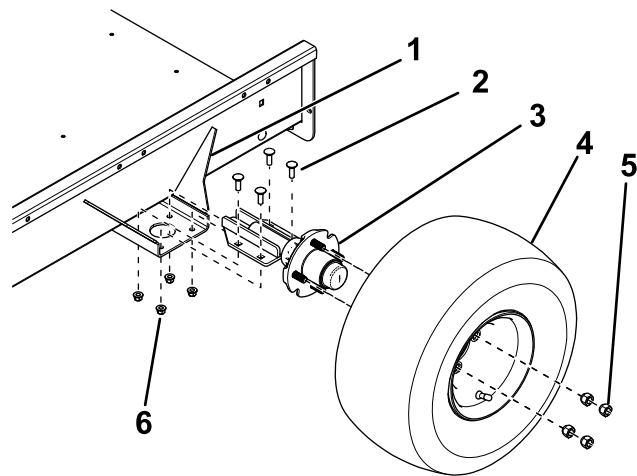

図 1
3. ホイールの前側で測定した距離が、後側での測定よりも 3 mm 小さくなるようにアクスル取り付けブラケットの位置を調整してください 図 1。